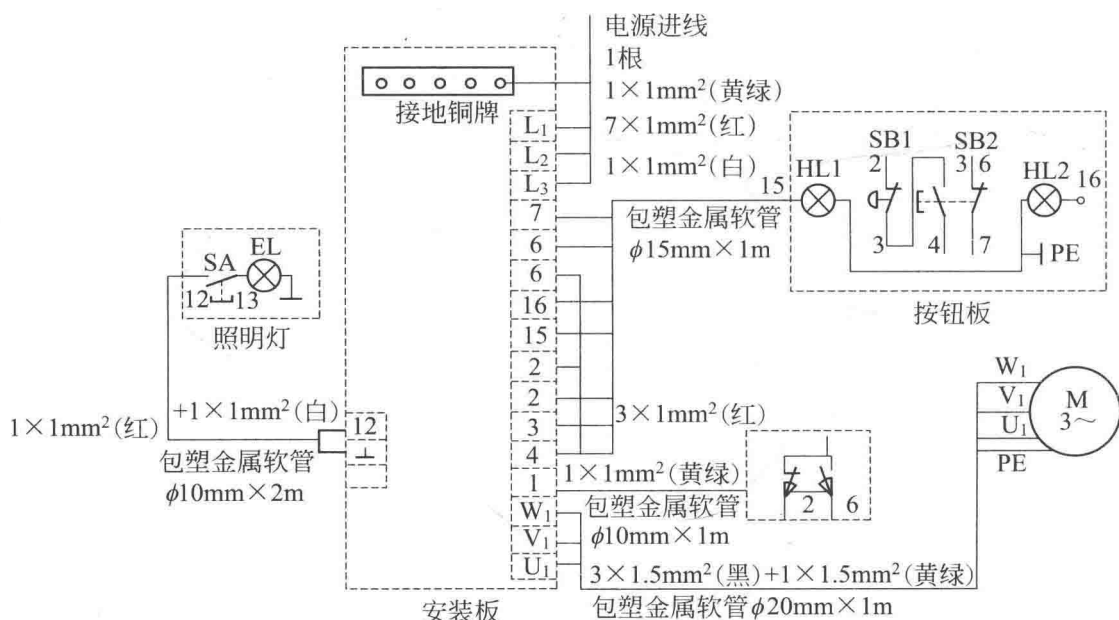

图 1-11 某设备电气安装互连接线图
③ 端子接线图和端子接线表 用于表示单元或设备与外部的导线连接情况。端子接线图应与单元接线图一致，各端子应基本按其位置表示，某设备电气安装的连接线图如图 1-11 所示。